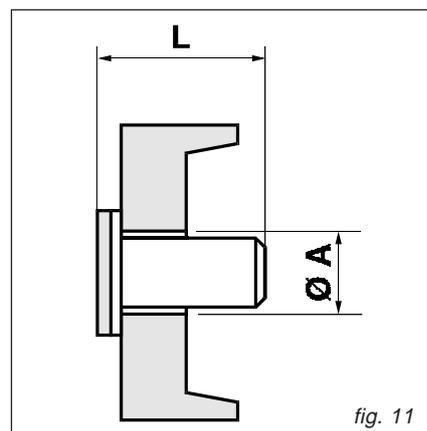

fig. 11
**N.B.** Per i modelli compresi tra **BAR 655 e BAR 1140** (rif. fig. 11), il mantello e l'isolamento sono contenuti in 3 imballi marcati: